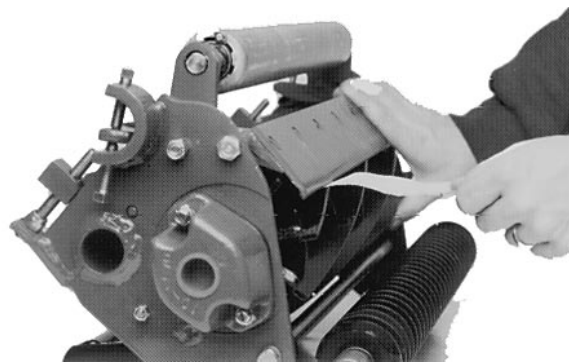

Fig. 2
3. Når justeringen er færdig, skal man kontrollere om knivcylinderen kan fastholde et stykke papir, når det stikkes ind forfra, og kan klippe papiret over, når det stikkes ind retvinklet (Fig. 2). Det bør være muligt at klippe papiret over med minimal kontakt mellem bundkniven og knivcylinderens knive. Skulle der være tegn på for stor modstand i cylinderen, vil det være nødvendigt enten at baglappe eller genslibe klippeenheden for at få de skarpe skær, som er nødvendige for præcisionsklipning (se Toros håndbog om Slibning af knivcylindre).